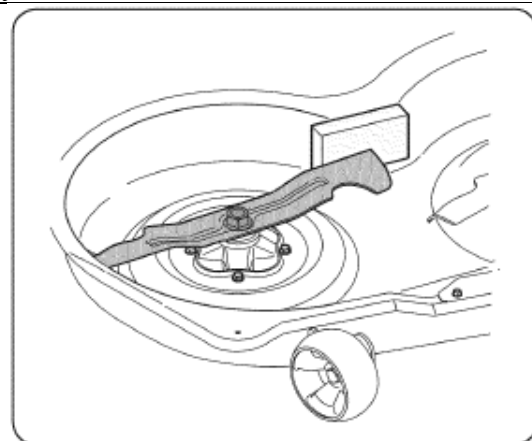

Рис. 21
2. Поместите деревянный брусок между корпусом центральной части деки и ножом, См. Рис. 21.
3. Выкрутите шестигранную фланцевую гайку, используемую для крепления ножа на шпинделе в сборе, См. Рис. 21.